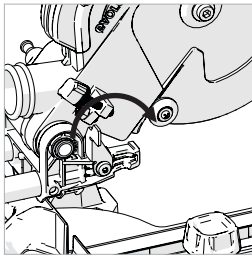

Fig. 26a
- Setzen Sie den Tiefenansschlag „Stoppplatte“ ein (**Abb. 26a**) indem Sie ihn aus seiner Lagerposition an der Seite der Maschine um ca. 150 Grad nach vorne in seine Betriebsposition drehen.